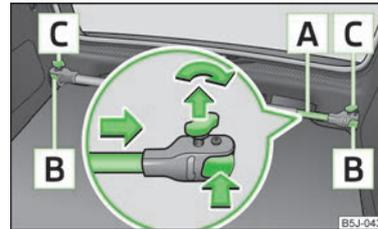

Abb. 53 Querträger einbauen
- Die Sicherungsschrauben [C] » Abb. 53 lösen und etwas herausziehen, dadurch werden die Halterungen [B] entriegelt.